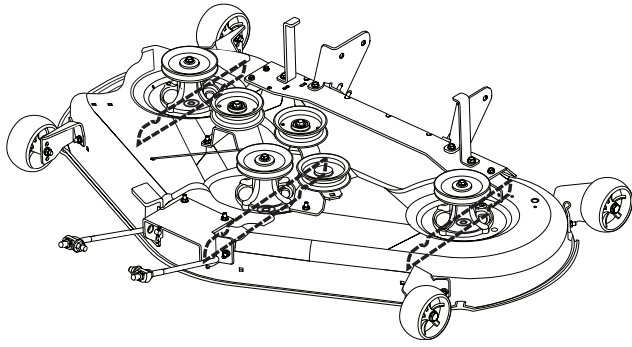

Figura 38. Orientar las Aspas de Adelante hacia Atrás
1. Gire las cuchillas frontoposteriormente según se muestra en la Figura 38. Mida la distancia desde el suelo hasta la punta frontal de la cuchilla central, y desde el suelo hasta las puntas posteriores de las cuchillas izquierda y derecha (Figura 38). Las puntas frontales deberán ser entre 3 y 6 mm (1/8 pulg. y 1/4 pulg.) más altas que las puntas posteriores. Si no es así, proceda con el paso 2.